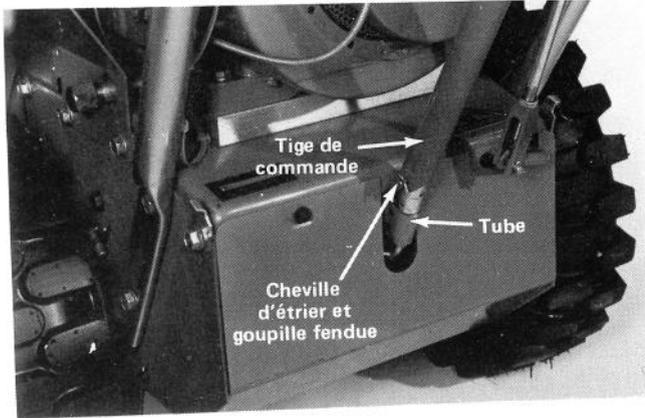
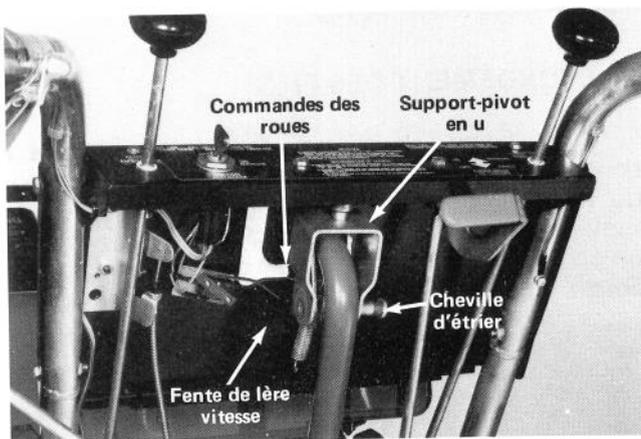
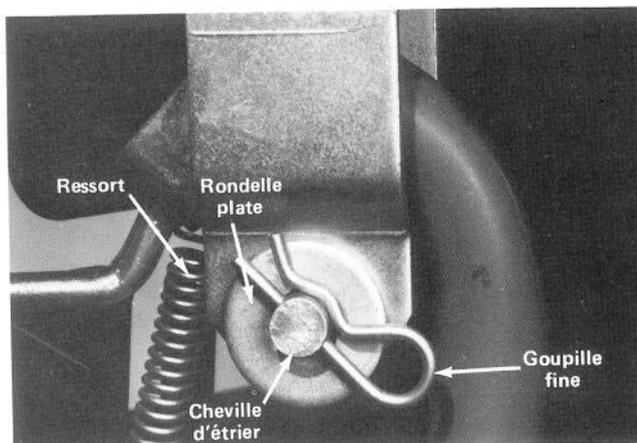

Figure 9
Figure 10
Figure 11
2. Par derrière, glissez la tige de commande sur le tube du bas (Fig. 9) et le levier de commande des roues dans la fente de lère vitesse du tableau de commande (Fig. 10). Ensuite, alignez les trous du pivot de commande des roues avec le support-pivot en U, puis fixez les pièces en place avec la cheville d'étrier (Fig. 11). La tête de la cheville d'étrier doit être du côté droit du support en U.
3. Glissez la rondelle plate sur la cheville d'étrier, puis installez la goupille fine dans la cheville d'étrier pour que toutes les pièces soient retenues (Fig. 11).
4. Vissez le pommeau noir sur le levier de commande des roues et installez le ressort de tension entre les trous du pivot de commande des roues et du tableau de commande (Fig. 10, 11).
5. Alignez les trous du bas de la tige de commande avec le trou du tube au centre de l'unité de traction (Fig. 9). Fixez ensuite les pièces ensemble à l'aide de la cheville d'étrier et de la goupille fendue (Fig. 9).